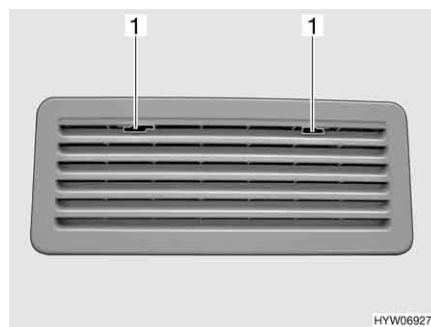

Bild 67 Kühlschrank-Lüftungsgitter
- Arretierung (Bild 67,1) zur Mitte schieben.